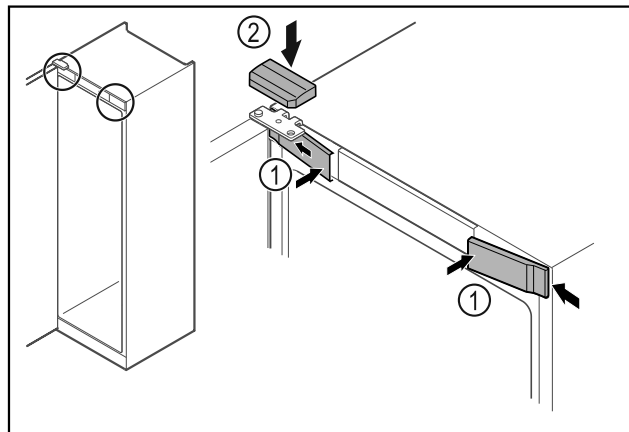

Fig. 49 \*
- ▶ Bočno zakvačite prednje poklopce Fig. 49 (1) i uglavite ih.\*
- ▶ Uglavite gornji poklopac Fig. 49 (2) odozgo.\*